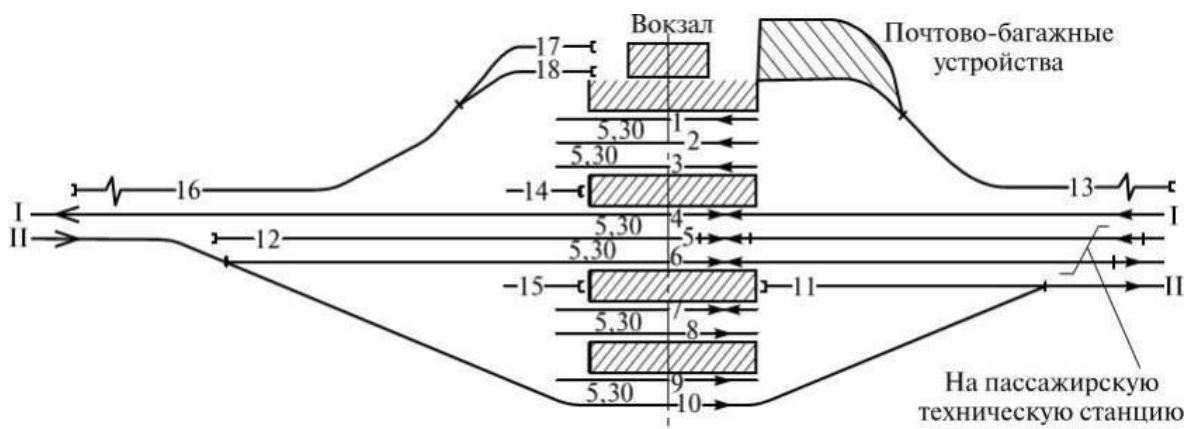

Рис. 49.1 Схема размещения устройств на пассажирской станции сквозного типа
**Задача 49.** Разработать проект четной горловины пассажирской железнодорожной станции сквозного типа, предусмотрев в качестве варианта пропуск через железнодорожную станцию грузовых поездов. На железнодорожной станции должно быть предусмотрено 7 перронных путей, почтово-багажные устройства, тупики для стоянки служебных вагонов, вытяжные железнодорожные пути для маневровой работы. Последовательно пассажирской с нечетной стороны располагается техническая пассажирская железнодорожная станция. Взаимное расположение устройств железнодорожной станции и основные междупутные расстояния приведены на рис. 49.1.